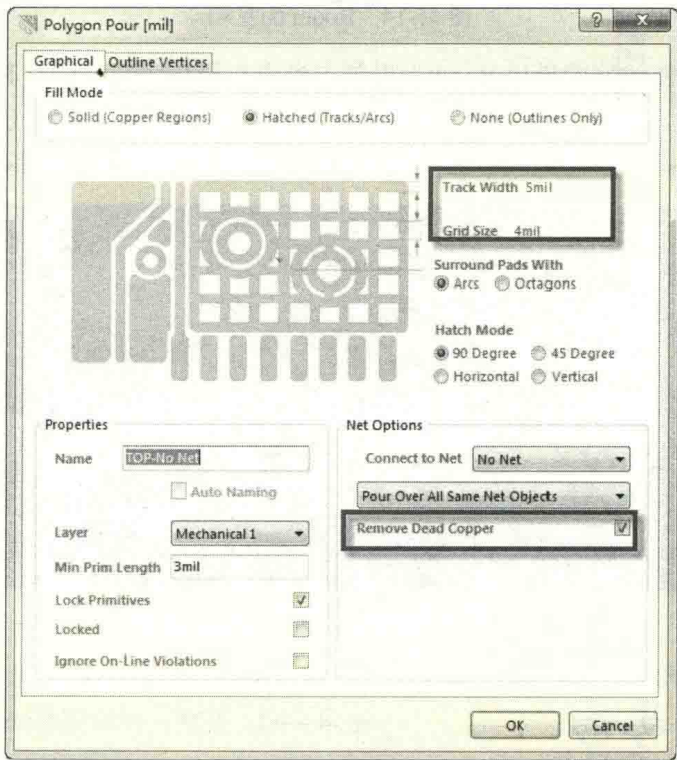

图 11-17 敷铜设置
(1)在敷铜设置状态时,设置好移除孤铜选项:如图 11-17 所示,勾选“Remove Dead Copper”选项。同时,通过线宽、间距设置适当增大敷铜线宽和间距,可以减少孤铜的出现;也不宜设置过大,造成平面分裂变大,一般推荐线宽值 5mil, 网格值 4mil。